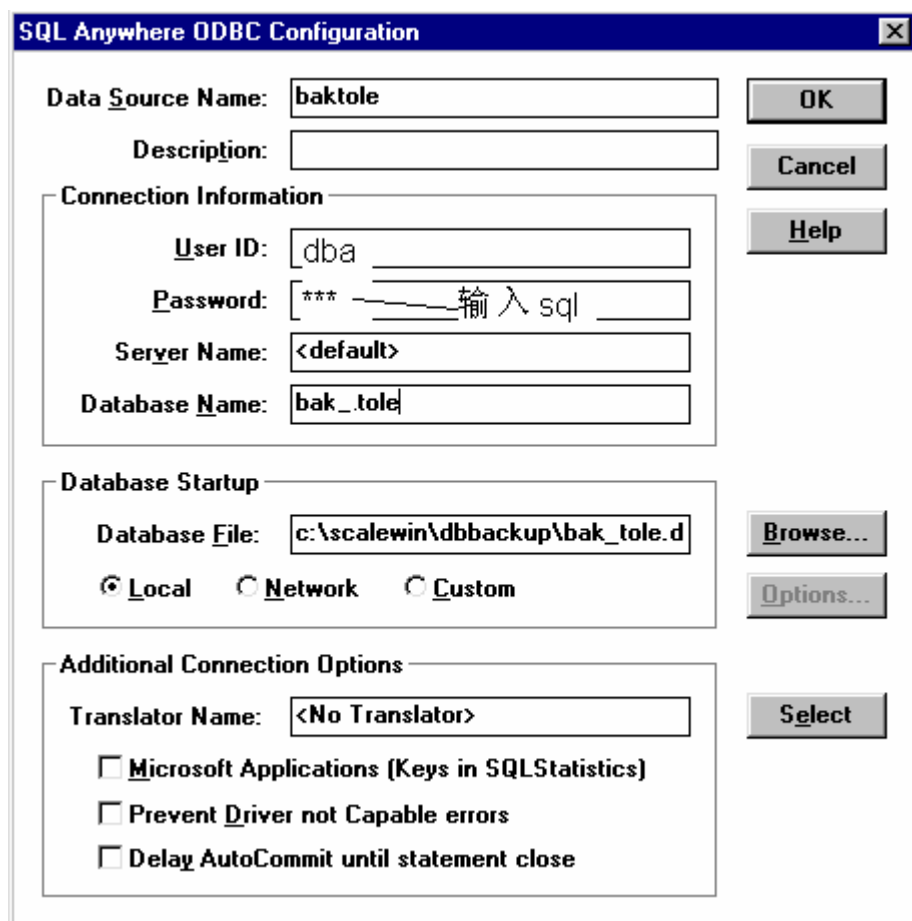

图 2
- 在图 1 中击打“Add(添加)”，显示图 2，将“Server Name”改为“<default>”，将“Database Name”改为“bak\_tole”，将“Database File”改为“c:\scalewin\dbbackup\bak\_tole.db”，将单选按钮选“**local**”，将“Data Source”改为 baktol，击打 OK 按钮。